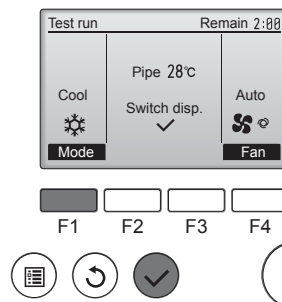

Fig. 8-3
- 1 Pulse el botón [F1] para cambiar el modo de funcionamiento. (Fig. 8-3)